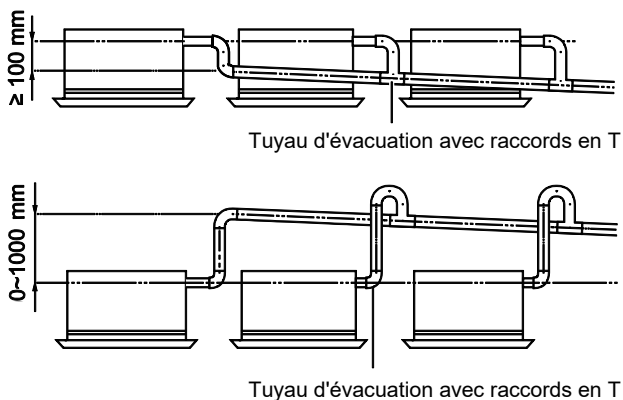

Fig. 20
- (3) Pour raccorder plusieurs tuyaux d'évacuation, procédez selon les indications de la figure 20. Utilisez les tuyaux d'évacuation dont les dimensions correspondent bien à la capacité fonctionnelle de l'unité.